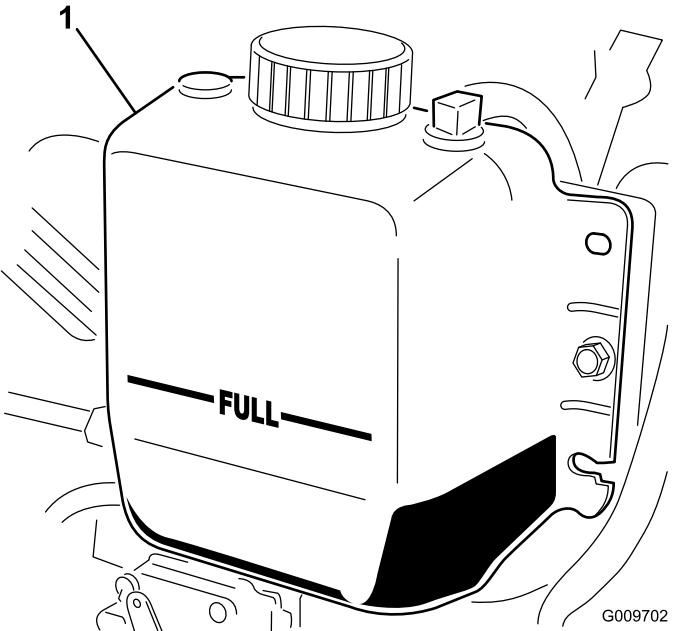

Figura 35
- Nota:** O radiador deverá encontrar-se cheio de líquido até ao cimo do tubo de enchimento e o nível de líquido no depósito de expansão deverá atingir a marca Cheio (Figura 35).